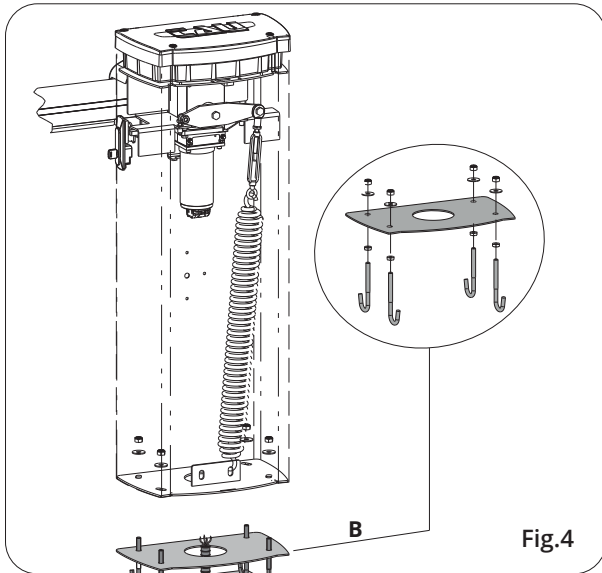

Fig.4
Führen Sie eine rechteckige Platte (A auf Abb. 4) mit geeigneten Abmessungen und Öffnung für den Austritt der Kabel *audi forma rettangolare e di adeguate dimensioni prevedendo i fori per l'uscita dei cavi* Verwenden Sie nach Möglichkeit eine Fundamentplatte (B auf Abb. 4 und lassen Sie die 4 mitgelieferten Zugstangen in den Zement ein; befestigen Sie anderenfalls den Schaltschrank der Schranke direkt mit 4 Fundamentdübeln M10x120. Die Stärke der Fundamentplatte muss zumindest 10 cm betragen; falls der Untergrund dies erforderlich macht, muss sie verstärkt werden.
Die Schranke kann nach rechts (RE) funktionieren, wenn die Platten wie Abb. 4 montiert ist.
Die Schranke kann nach links (LI) funktionieren, wenn die Platten wie Abb. 4 montiert ist.